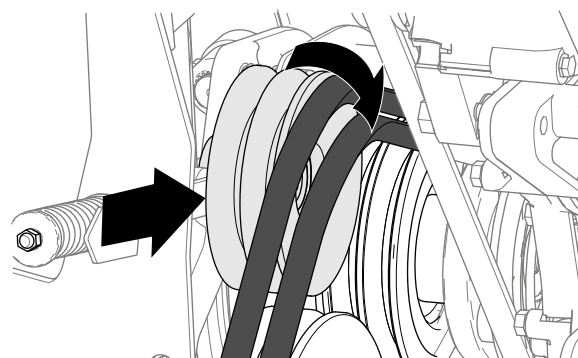

Figure 93
9. Tournez la poulie de tension vers le moteur et retirez les courroies de la machine (Figure 93).